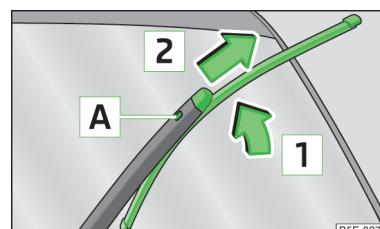

Fig. 214
- Levante la varilla del limpiaparabrisas separándola del cristal » fig. 214.